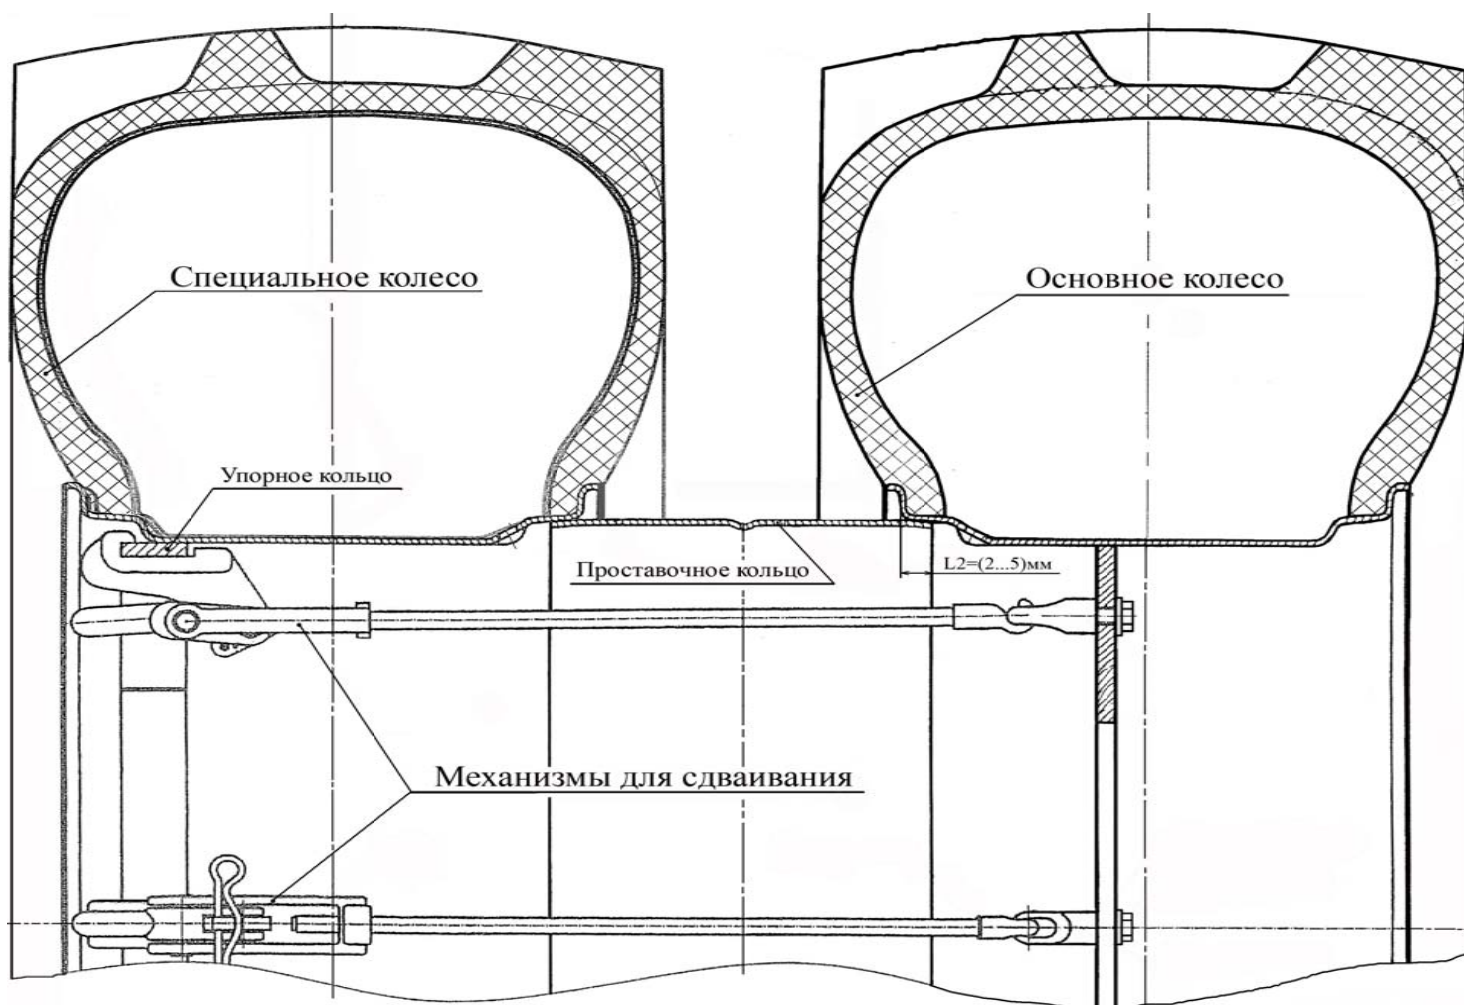
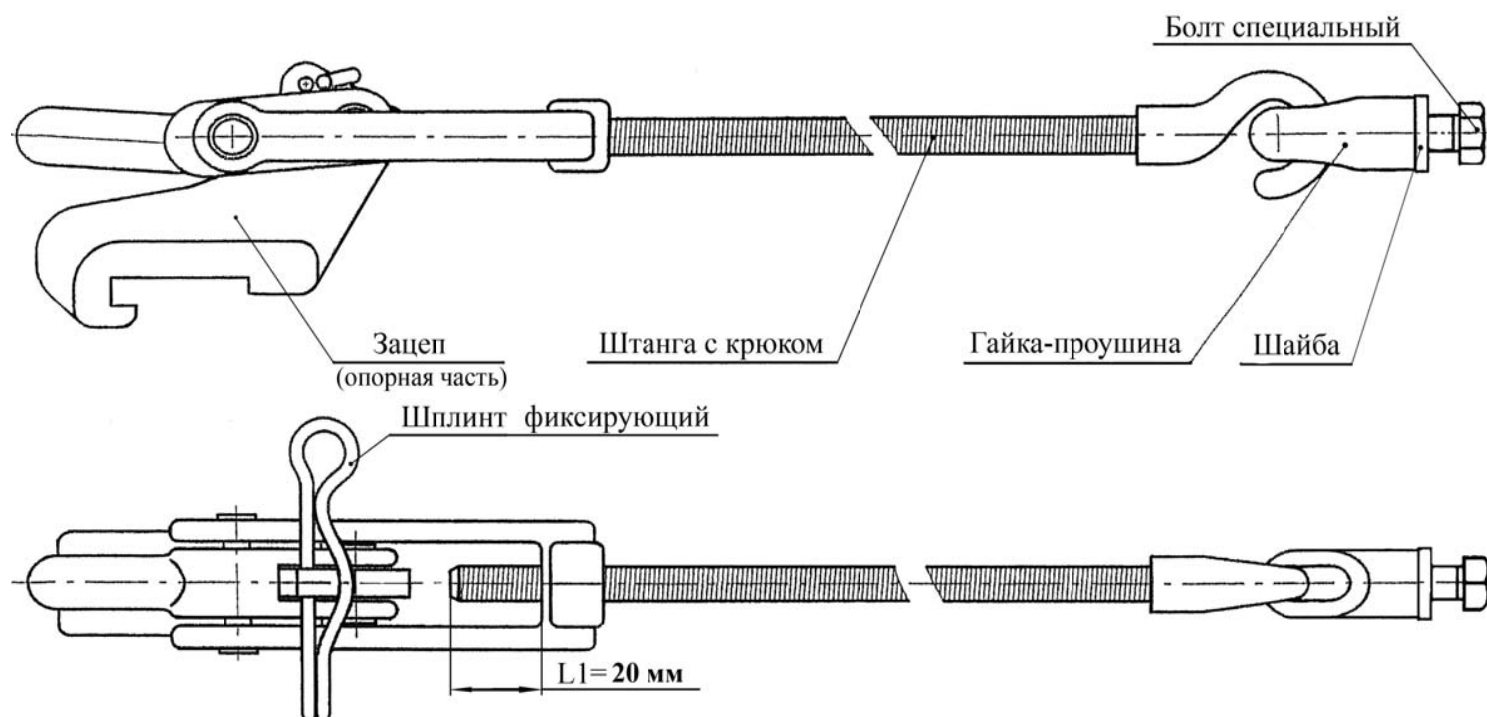

Рис.10.4 Схема сдваивания передних колёс.
Рис.10.5 Механизм для сдваивания передних колёс.
Комплект для сдваивания включает: механизмы для сдваивания (8 шт.), два специальных колеса, (рисунок 10.4), и один трубный ключ.
2) подготовьте механизмы для сдваивания (четыре штуки для каждого специального колеса), для чего установите необходимый предварительный размер L1 зацепов, вкручивая или выкручивая штангу с крюком, (рисунок 10.5);
4) до установки проставочного кольца специального колеса в обод основного, предварительно в отверстиях основных колес трактора закрепите гайки-проушины механизмов для сдваивания с помощью специальных болтов, (рисунок 10.5), под которые следует установить шайбы. Специальные болты затяните моментом 570...630 Н·м (57... 63 кг·м). Отверстия гаек-проушин должны быть сориентированы по касательной к диаметру их расположения, (рисунок 10.4);
5) подкатите специальное колесо к основному колесу трактора и вставьте его проставочное кольцо в обод основного колеса, (рисунок 10.5). Если такая сборка осуществляется впервые, то необходимо смазать края проставочного кольца (на длину L2) смазкой «ЛИТОЛ-24» ГОСТ 21150-87 или «БЕХЕМ LCP-GM ТУ» РБ 14733172.001-98. Необходимо смазывать только края кольца во избежание снижения, при работе, передаваемого кольцом крутящего момента.
8) во избежание отсоединения специального колеса в процессе работы трактора из-за расцепки механизмов, после их установки в колесах, вставьте фиксирующие шпильки, (рисунок 10.5);